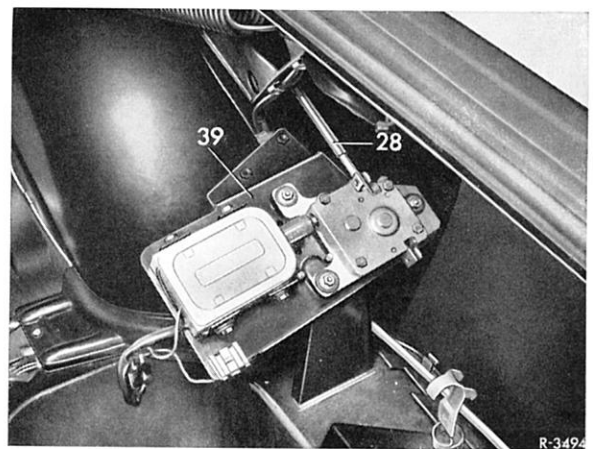

Bild 78–1/14
18 Teleflexrohr soweit in den Kofferraum einfahren, bis der Halter (39) mit Motor und Getriebe an das Teleflexrohr angeflanscht werden kann (Bild 78–1/14).
20 Teleflexrohr (28) an die Hecksäule (33) und am Dachrahmen (32) befestigen (Bild 78–1/12).